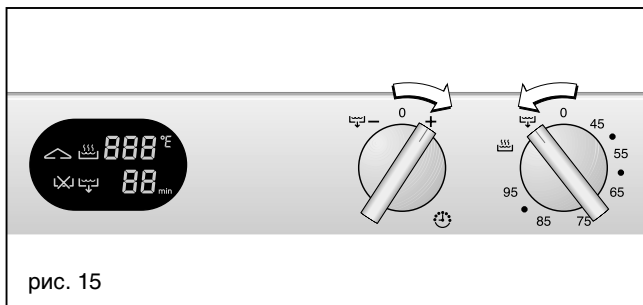

рис. 15
- Поверните ручку „Время” вправо в положение + и держите ее в этом положении (рис. 15).